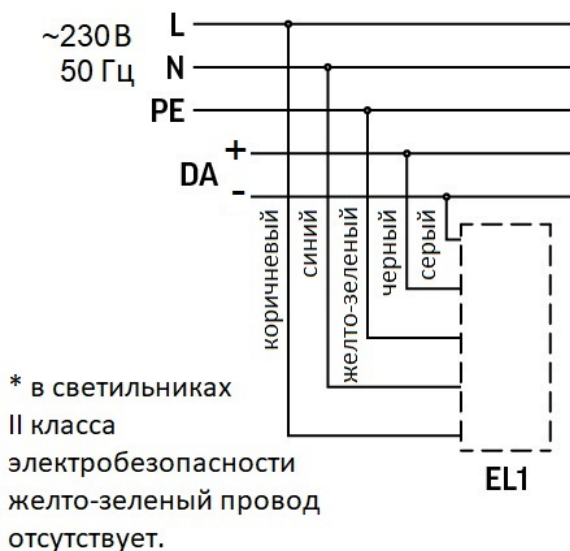
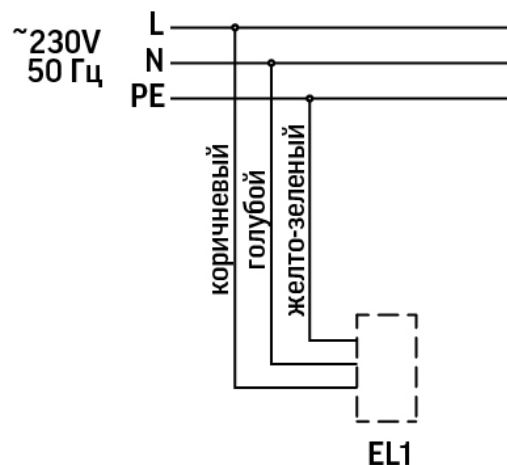

Рис.3
Рис.4
- Схема подключения к сети питания и управления DALI показана на рис.3, схема подключения к сети питания показана на рис.4.